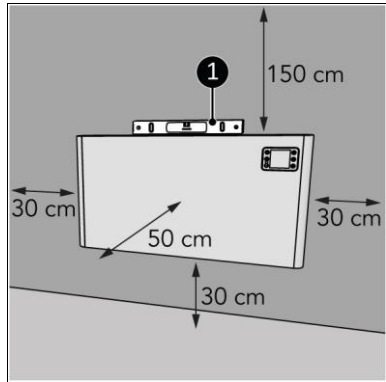

Abbildung 8
1. Stellen Sie das Gerät auf eine vertikale und feste Oberfläche. Verwenden Sie beim Aufstellen des Geräts eine Wasserwaage (Abbildung 8, Pos. 1).
2. Platzieren Sie das Gerät mit einem Mindestabstand (Abbildung 8) von: